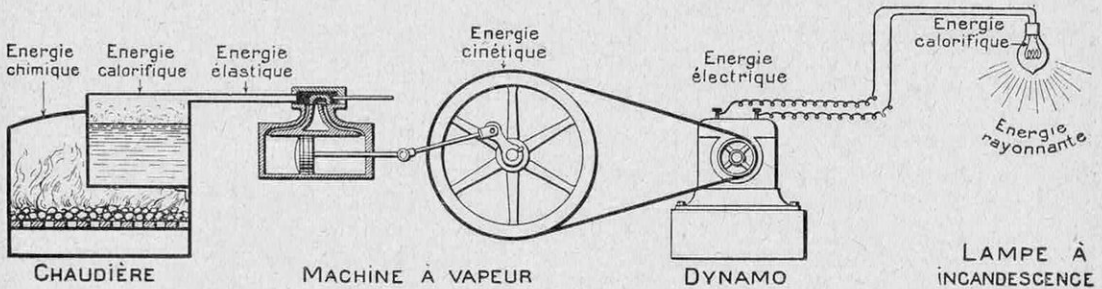

FIG. 3. — UNE AUTRE MÉTAMORPHOSE DE L'ÉNERGIE : L'ÉCLAIRAGE ÉLECTRIQUE
Notre deuxième exemple sera un peu plus complexe (fig. 3) : ce sera celui d'une usine électrique qui tire sa puissance d'une machine à vapeur. La houille qu'on introduit dans le foyer possède une réserve d'énergie chimique qui se trouve libérée par sa combustion dans un courant d'air. A ce moment, il y a production d'une énorme quantité d'énergie calorifique, dont une importante fraction sert, dans la chaudière, à vaporiser de l'eau liquide ; en
(1) Voir « La chance et le hasard », *La Science et la Vie*, août 1926, p. 106.
(3) *Ibid.*, fig. 3, p. 554.